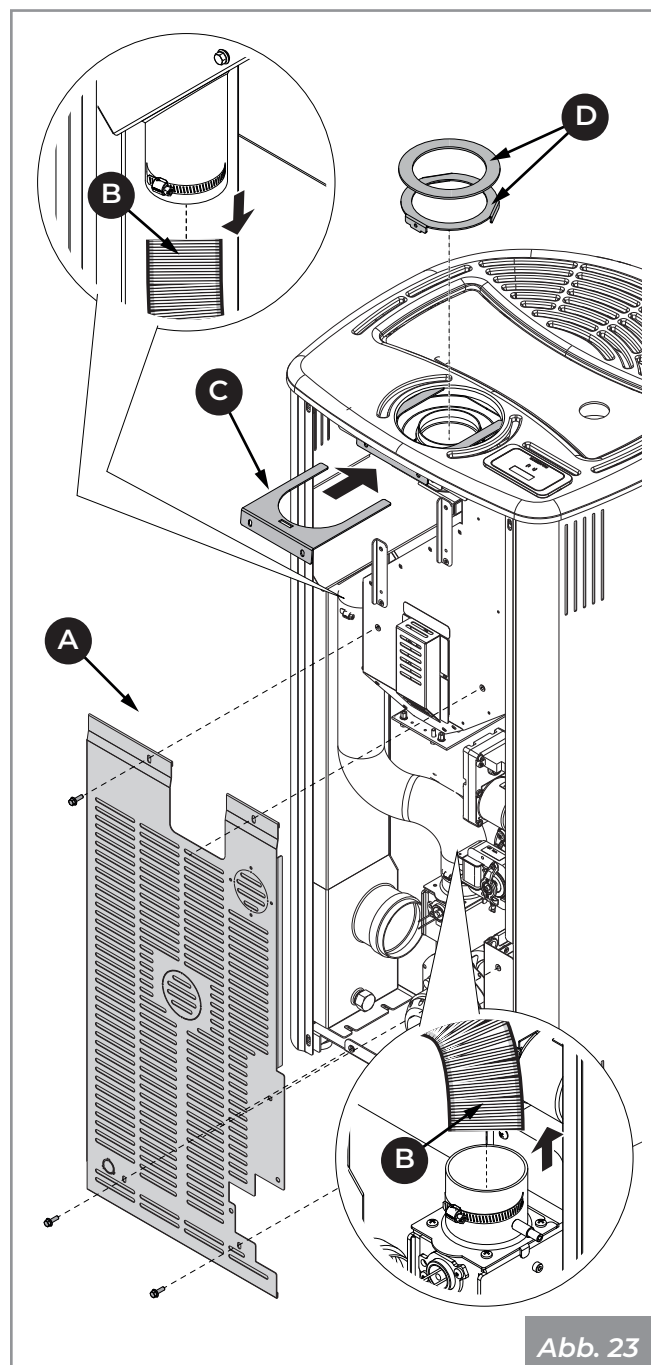

Abb. 23
- Die Rückwand des Ofens entfernen (A)
- Trennen Sie den Verbrennungsluftschlauch (B) oben und unten ab.
- Verbinden Sie den ästhetischen Stellring (C) und den Ring selbst (D) ein (wird mit dem Gerät geliefert und zum Transport in der Brennkammer positioniert) (Abb. 23).